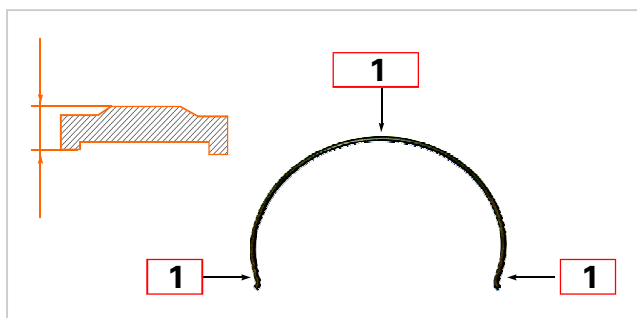

图4-46 同步器滑块和弹簧检查部位
5. 检查同步器滑块和同步器弹簧的磨损或损坏（图4-46、表4-7）。